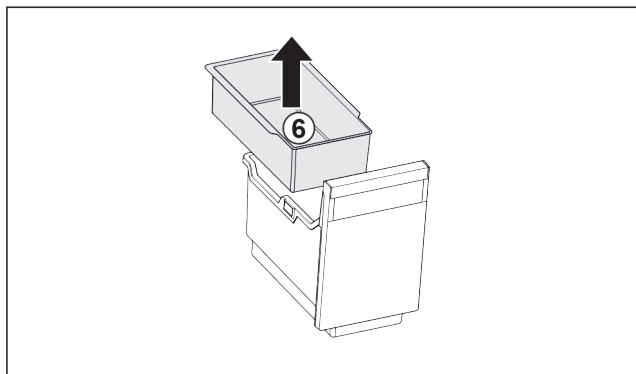

Fig. 124
- ▶ Vyměte závěsnou misku Fig. 124 (6).